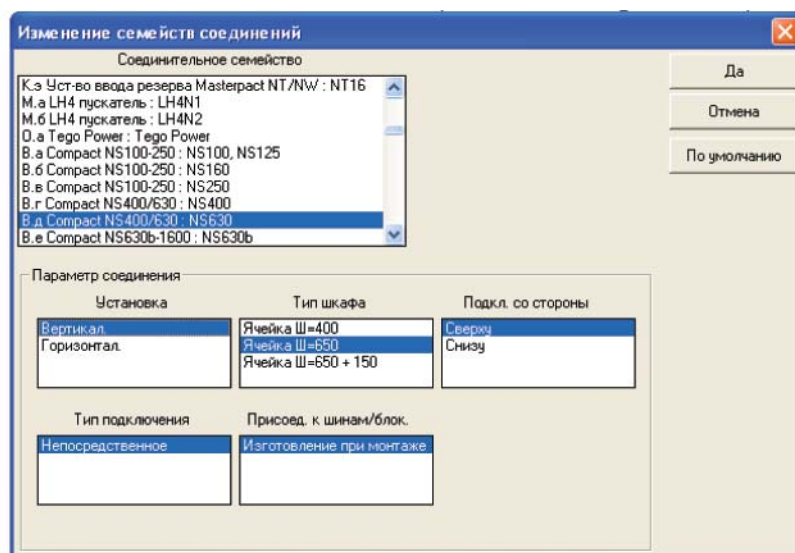

Рис. 66
- д) находим автоматический выключатель NS630H и указываем вертикальную установку (рис. 66).